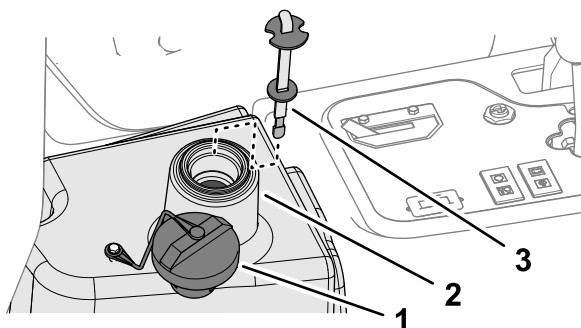

Figure 95
4. Versez environ 22,7 litres de liquide hydraulique dans le réservoir (Figure 95) ; voir Liquides hydrauliques spécifiés \(page 64\).